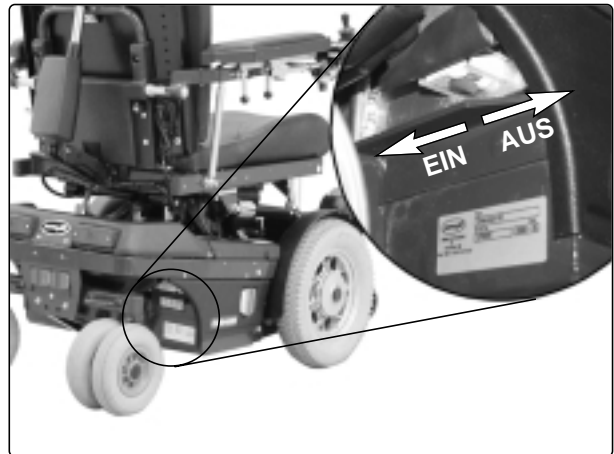

Abb. 9. Hauptsicherung/Batterietrenner
3. Stellen Sie die Hauptsicherung auf "AUS", siehe Abb. 9.
5. Stellen Sie die Hauptsicherung auf „EIN“, siehe Abb. 9.